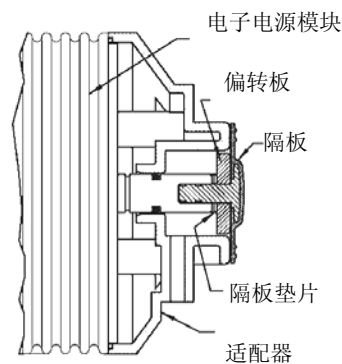

图 14
- 将隔板偏转板滑到隔板双头螺栓背后，半径侧朝向隔板。然后将两片垫片滑入到隔板的双头螺栓上，将隔板拧入 EPM 装置。参阅图 14。顺时针旋转隔板，直到偏转板和垫片紧靠电磁线圈轴，隔板停止转动。如果适配器和隔板之间有间隙，可重复本程序，每次取下一片垫片，直到隔板恰好碰到适配器或略微凹入。